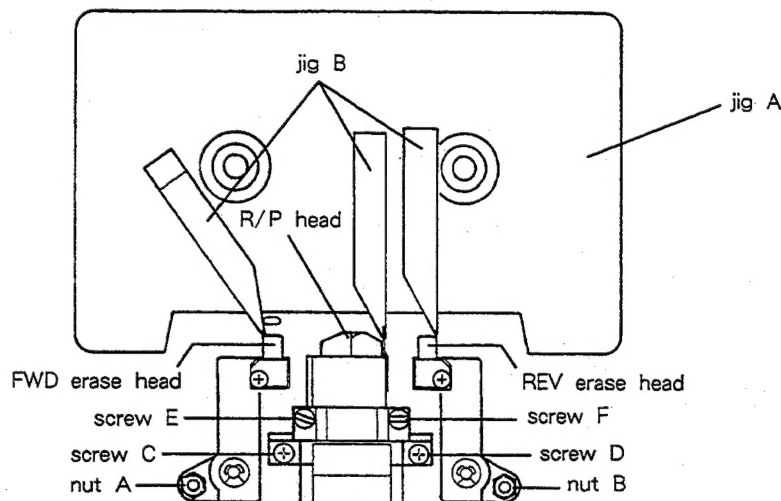

Fig. 2-6
- 1). Set jig A as shown in Fig. 2-6, then set the deck to FWD/PLAY mode.
If it doesn't, adjust Allen nut A shown in Fig. 2-6.
- If the head is both high (or low) in FWD and REV modes, replace the spacer under screws C and D (Fig. 2-6) with a thin (or thick) one. (Add or remove the same number of spacers with the same thickness for both screws C and D.)
- 1). 図2-6のように治具Aをセットし、FWD/PLAYモードにする。
そうでない場合は、図2-6の六角ナットAを調整する。
ネジC, D (図2-6) の下のスペーサーを板厚の薄い(厚い)ものに換える。(C, D共同厚さのスペーサーを同枚数増減すること)
- 7). Play back the 10 kHz signal on test tape MTT-256 in FWD/PLAY mode, then adjust FWD azimuth adjustment screw E (Fig. 2-6) so that the phase difference between the L and R channels is 0°.
- 7). FWD/PLAYモードでテスト・テープ MTT-256の 10kHz を再生して、LchとRchの位相差が 0° になるようにFWD用アジマス調整ネジE (図2-6) を調整する。